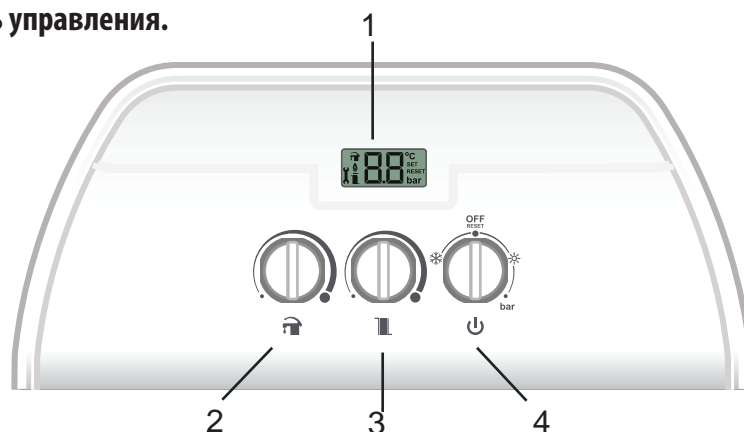
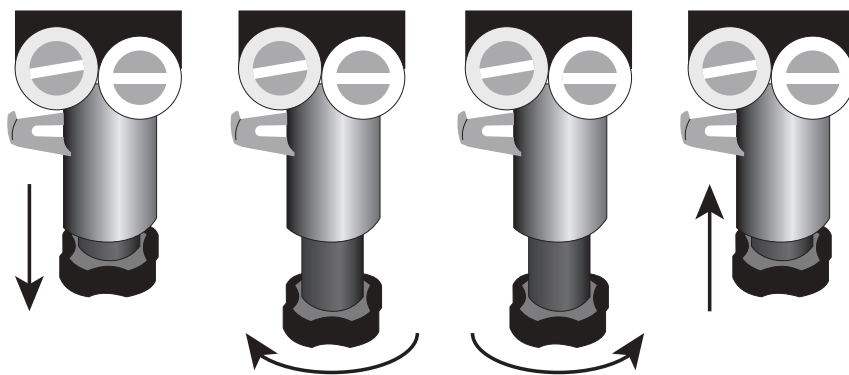

Рис. 2. Панель управления.
Рис. 7. Кран для заполнения водой системы отопления.
- Для включения котла поверните переключатель режимов работы (поз. 7 – рис. 2) в положение «Лето ☀» или «Зима ❄».
Для выключения котла поверните переключатель режимов работы (поз. 7 – рис. 2) в положение «OFF-Reset».
Для включения режима «Лето ☀» поверните переключатель режимов работы котла (поз. 7 – рис. 2) в положение «Лето ☀». Этот режим предназначен только для подачи горячей воды (ГВС), система отопления в этом режиме не работает.
Для включения режима «Зима ❄️» поверните переключатель режимов работы котла (поз. 7 – рис. 2) в положение «Зима ❄️». Этот режим предназначен для нагрева системы отопления и подачи горячей воды.
С помощью ручки регулировки температуры в системе отопления (поз. 6 – рис. 2) установите необходимую температуру теплоносителя от 40 до 80 °С.
С помощью ручки регулировки температуры горячей воды (поз. 5 – рис. 2) установите необходимую температуру ГВС от 35 до 64 °С.
Давление в системе отопления, измеряемое манометром котла (поз. 3 – рис. 2), должно составлять 1,3-1,5 бар. Если во время работы котла давление в системе упадет до величины ниже минимально допустимой, котел будет остановлен и на дисплее высветится ошибка F7. С помощью крана подпитки воды (рис. 7) доведите давление до первоначального значения 1,3-1,5 бар. По окончании операции всегда закрывайте кран подпитки воды.